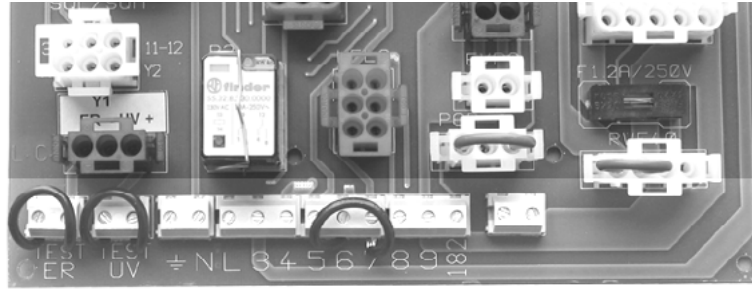
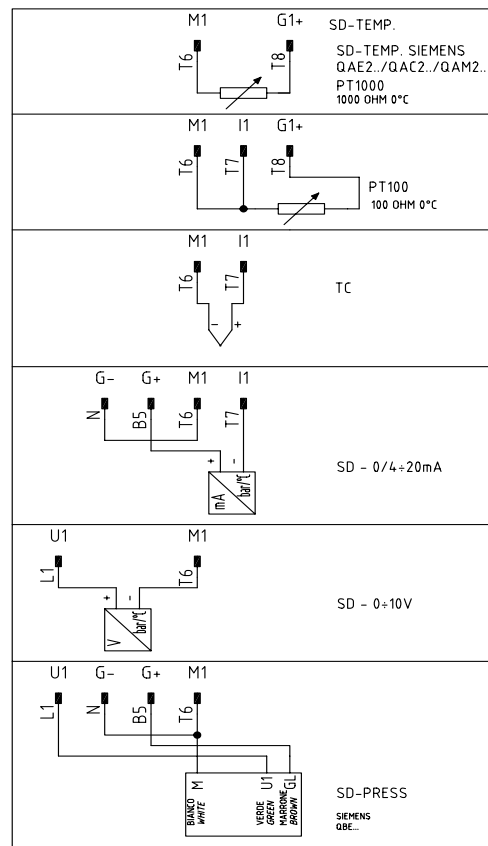

Рис. 13: Клеммник МА подключения на печатной плате
Рис. 15: Соединение датчиков
По подключениям см. клеммник на Рис. 13.
1). Подсоединить провода, относящиеся к разрешительному сигналу от котла к горелке, на следующие компоненты (Рис. 13, Рис. 15)
2). Подсоединить провода, относящиеся к разрешительному сигналу от котла к горелке, на следующие компоненты (Рис. 13, Рис. 15)